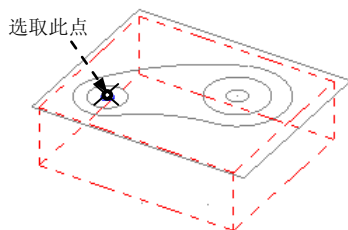

图 4.8.38 定义区域
(1) 选择下拉菜单 **刀路(T)** **钻孔(D)...** 命令，系统弹出“钻孔点选择”对话框。
(2) 设置钻孔点。在图形区中选取图 4.8.38 所示的圆弧的中心点，单击 按钮，完成钻孔点的设置，同时系统弹出“2D 刀路-钻孔/全圆铣削 深孔钻-无啄孔”对话框。